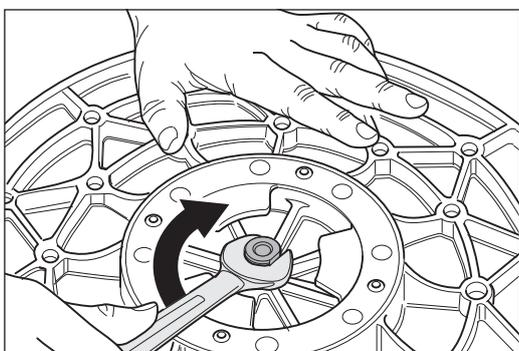

Abb. 36 Zum Entfernen den Zentrierdom **im Uhrzeigersinn** drehen (**Linksgewinde**)!
- 2 Drehen Sie den Zentrierdom mit einem Gabel- oder Ringschlüssel **im Uhrzeigersinn** aus dem Schleifteller (**Linksgewinde**; Abb. 36)!